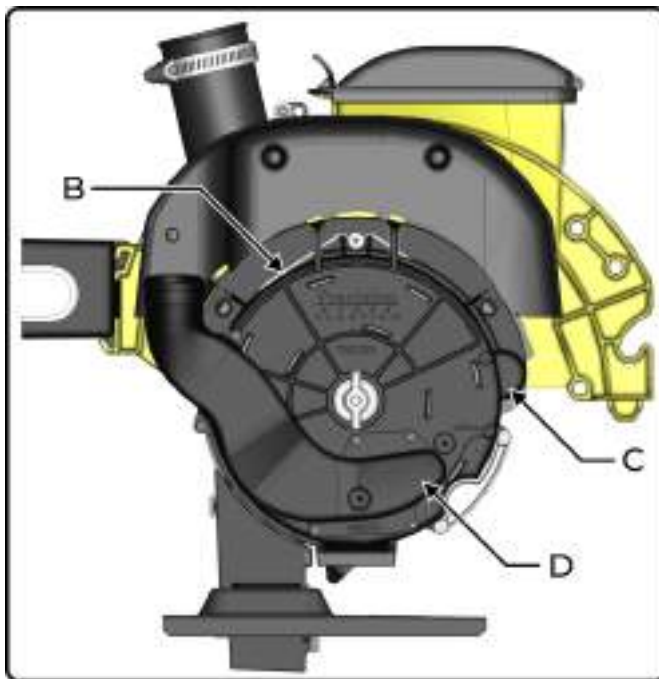

fig. 75
- 3- Solte a mola de retenção (B) (fig. 75).
- 4- Desencaixe a tampa do dosador (C) (fig. 75), observando o encaixe na parte inferior (D).
- 10- Monte a tampa do dosador (C) (fig. 75) novamente, observando o encaixe (D) e prendendo com a mola de retenção (B).